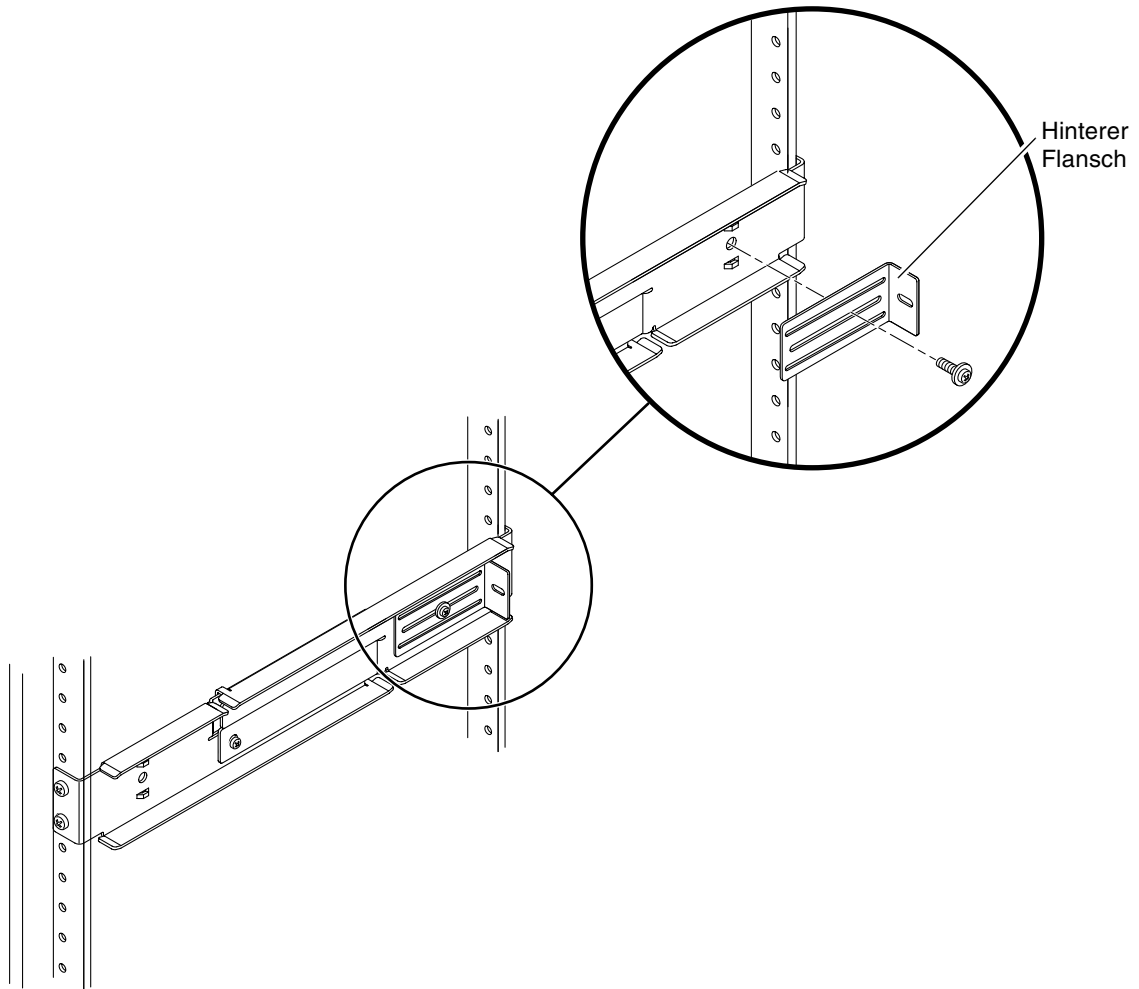

ABBILDUNG 3-18 Montieren des hinteren Flanschs auf der verstellbaren Schiene
8. Verwenden Sie eine M5 × 10-Kombi-Schraube für jeden hinteren Flansch, um die hinteren Flansche lose an die Rückseite der verstellbaren Schienen zu montieren (ABBILDUNG 3-18).
12. Schieben Sie den Server bis zur gewünschten Tiefe in das Rack. Gehen Sie anschließend auf die Rückseite des Systems und drücken Sie die hinteren Flansche bündig gegen die Rückseite des Systems (ABBILDUNG 3-18).
14. Stellen Sie die hinteren Flansche auf die gewünschte Tiefe im Rack ein und ziehen Sie die einzelne M5 × 10-Kombi-Schraube an jedem Flansch an, um die Flansche an den verstellbaren Schienen zu befestigen (ABBILDUNG 3-18).